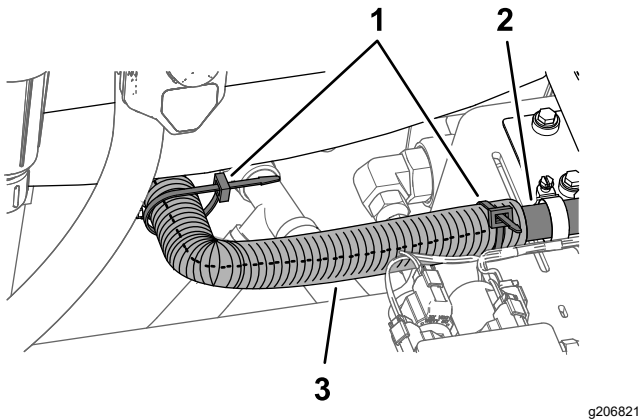

Bild 32
6. Montieren Sie den geteilten Wellschlauch am Schlauch (43,3 cm) zwischen dem Spülbehälter und der Spülbehälterpumpe und befestigen Sie den Schlauch mit zwei Kabelbindern (**Bild 32**).